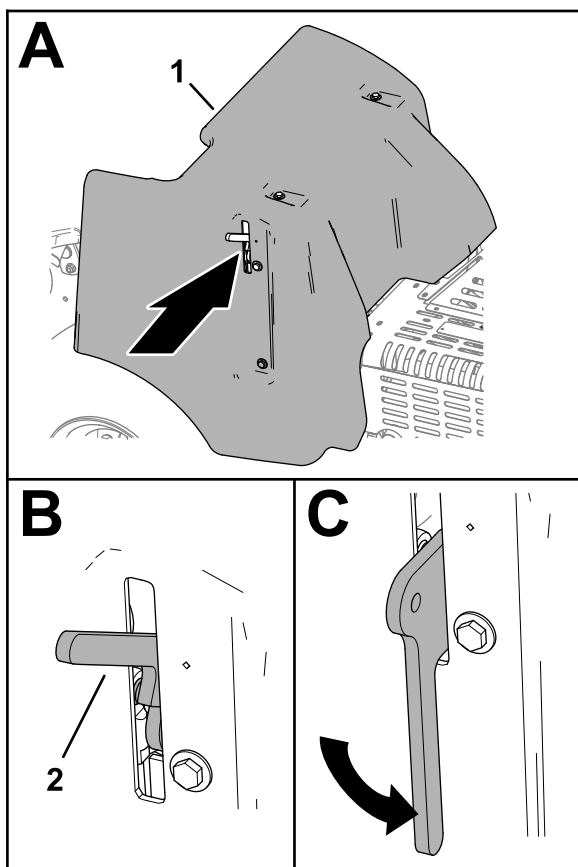

Figura 135
3. Coborâți complet mânerul de blocare pentru a fixa capacul (Figura 135).